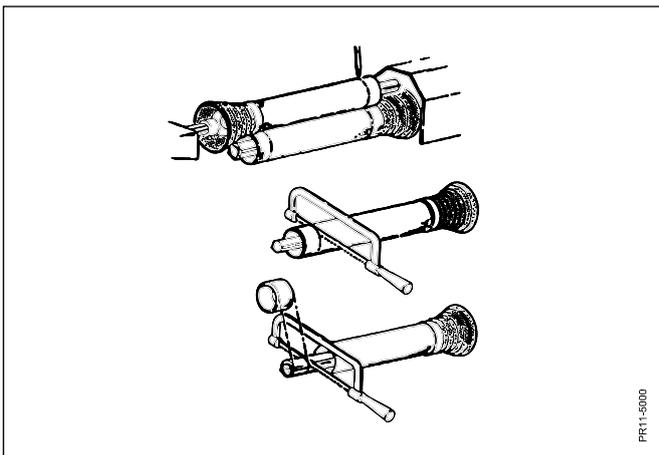

Fig. 2-9
**Fig. 2-9** Dissocier l'arbre de prise de force en 2 parties, et les monter respectivement sur les entrées et sorties de la machine et du tracteur, en position horizontale (correspondant à la longueur la plus courte de cet arbre sur la machine). Garder les arbres parallèles et tracer un repère à 30 mm (minimum) sur les tubes.